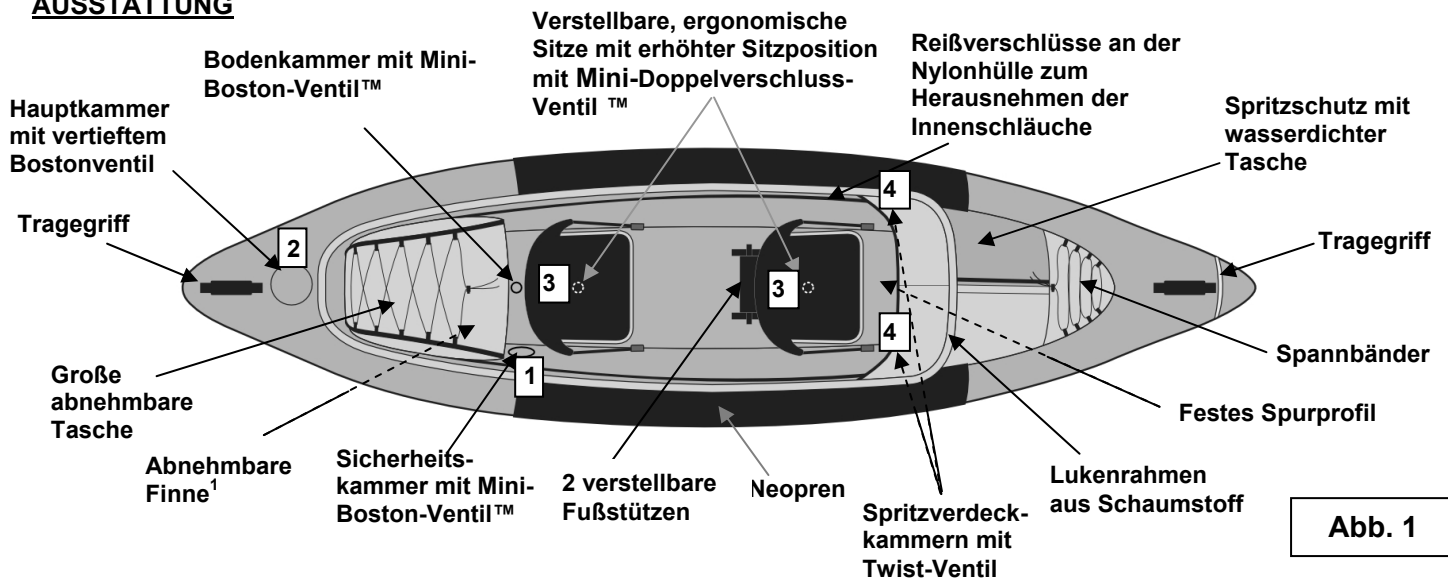

Abb. 1
3. Pumpen Sie das Kajak auf, wie auf dem Typenschild aufgedruckt (siehe auch Abbildung 1 – Nummerierung der Ventile).